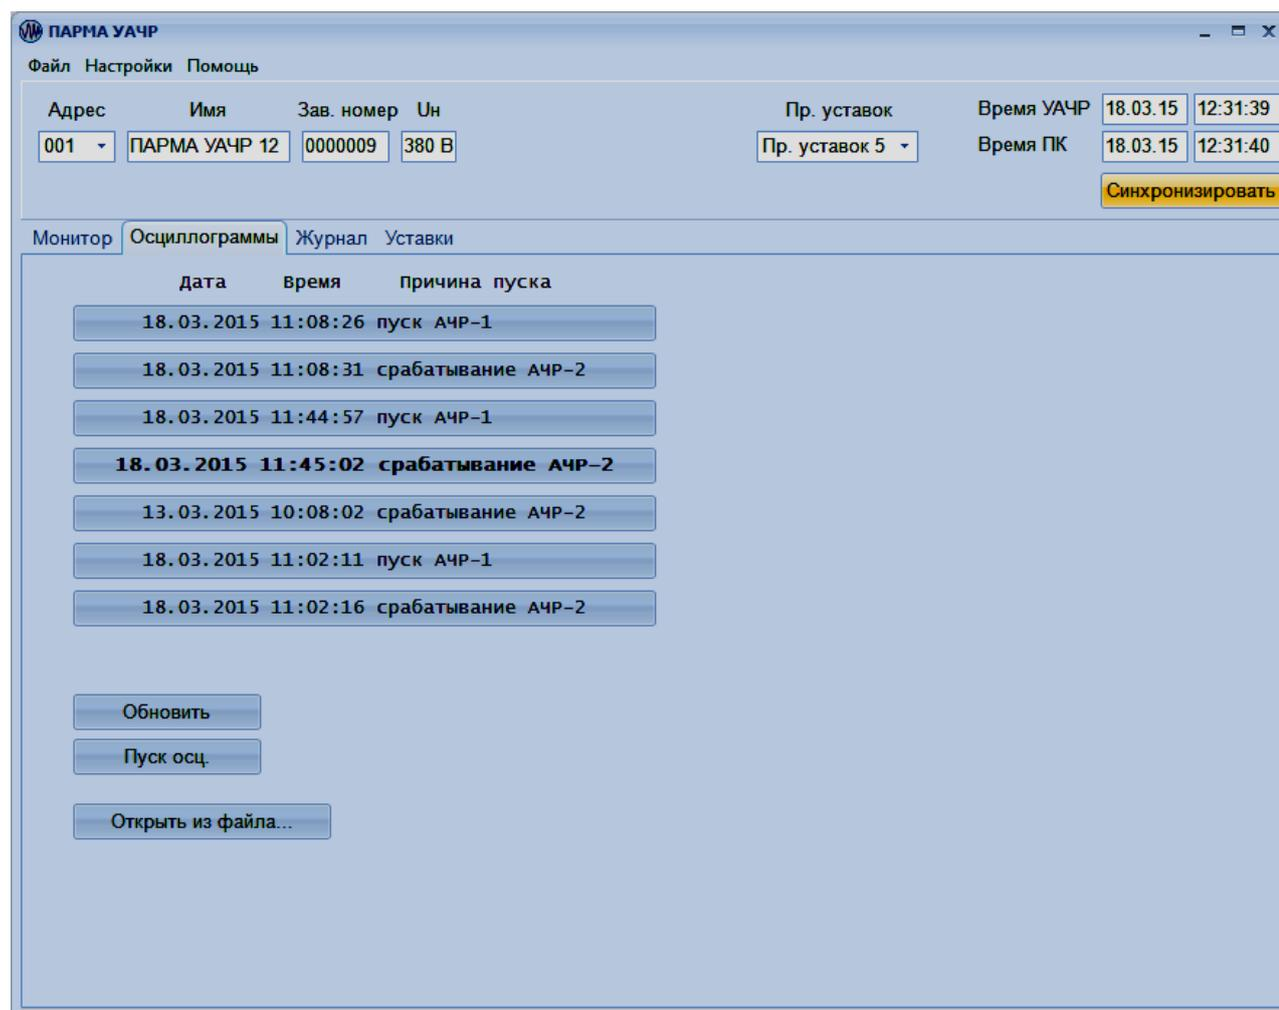

Рисунок 10 – Вкладка "Осциллограммы"
5.3.8.1 Вкладка "Осциллограммы" содержит список имеющихся в УАЧР записанных осциллограмм (рисунок 10). Для проверки наличия новых осциллограмм следует нажать кнопку "Обновить". Для записи осциллограммы в текущий момент времени следует нажать кнопку "Пуск осц."